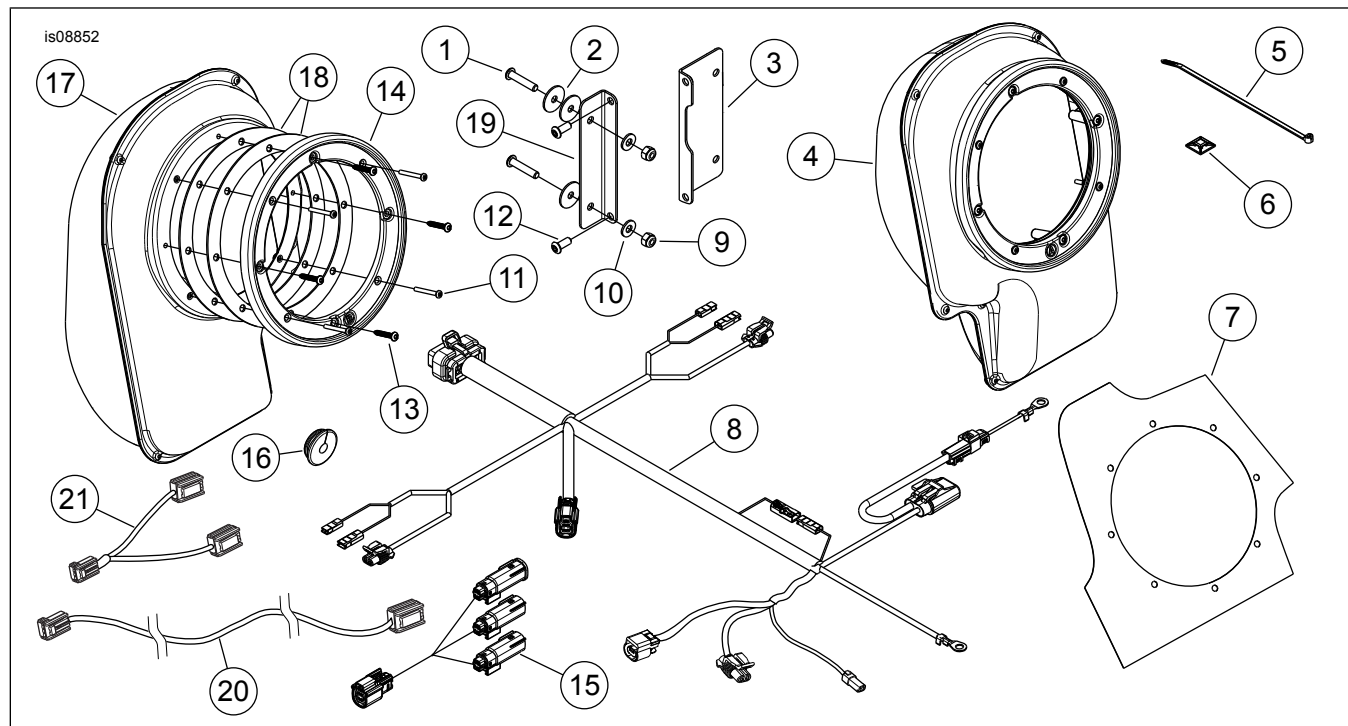

Figura 9. Peças de reposição, kit de instalação de expansão de altifalante
- a. **Configuração do altifalante 6 Stage I:** instale o chicote de fios [296] diretamente no chicote de 16 vias (anteriormente instalado através do kit do amplificador da carenagem), localizado atrás do assento do passageiro. **Configuração do altifalante 6 Stage II:** instale o chicote interligado de três vias (item 15, Figura 9) no chicote de 16 vias (anteriormente instalado através do kit do amplificador da carenagem), localizado atrás do assento do passageiro. Instale o chicote [296] na interligação de três vias.